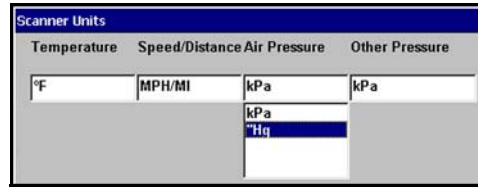

Abbildung 5-18 Menü Scanner-Einheiten (Beispiel)
1. Wählen Sie im Hauptmenü **Dienstprogramme > Werkzeug-Setup > Einheiten**. Das Dialogfeld Scanner-Einheiten wird angezeigt (Abbildung 5-18).